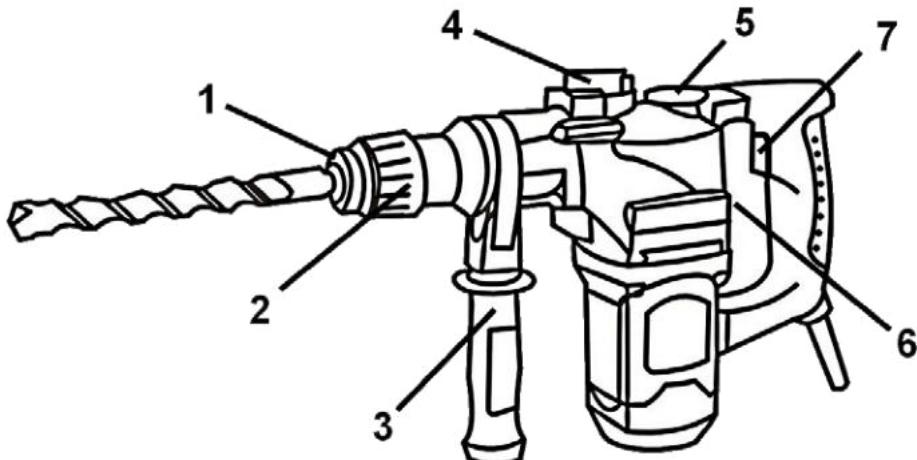

Рисунок 1
- Ударно-обертальний режим - перемикач (4) (верхній) в положенні  перемикач (6) (задній) в положенні .
- Ударний режим - перемикач (4) в положенні , перемикач (6) в положенні .
- Обертальний режим - перемикач (4) в положенні , перемикач (6) в положенні .
**4.2** Для ввімкнення виробу натисніть на курковий важіль перемикача (7) (рис.1). Для відключення виробу слід курок відпустити.